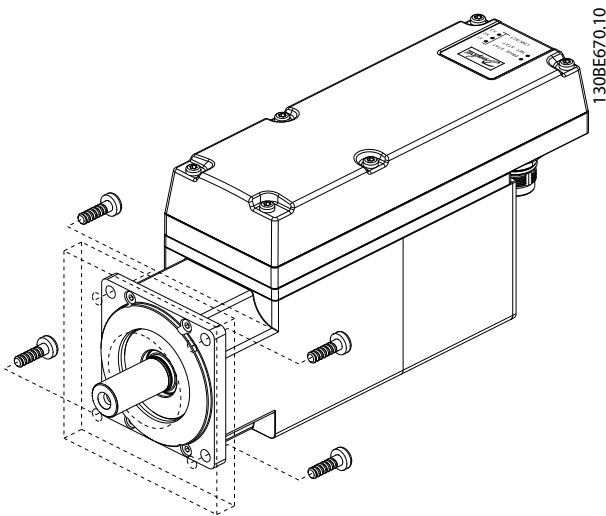
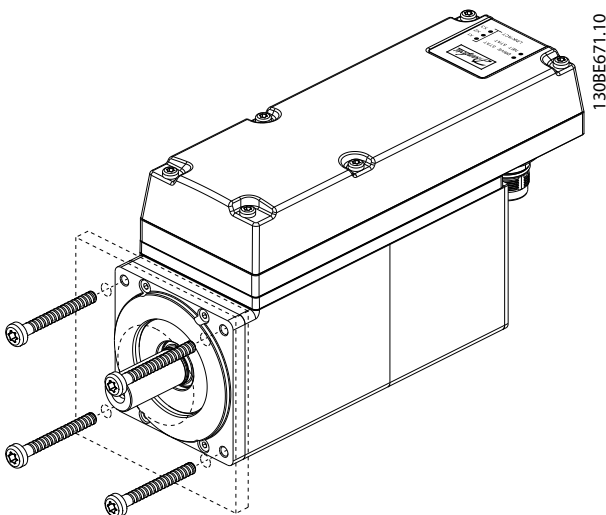

Abbildung 4.4 Montage von Servoantrieben Baugröße 1, 1,9 Nm, Baugröße 2, 2,9 Nm und Baugröße 2, 3,8 Nm
Abbildung 4.5 Montage eines Servoantriebs der Baugröße 2, 2,1 Nm
3. Befestigen Sie den Servoantrieb mit 4 Schrauben in den 4 dafür vorgesehenen Bohrungen am Maschinensatz (siehe *Abbildung 4.4* und *Abbildung 4.5*).